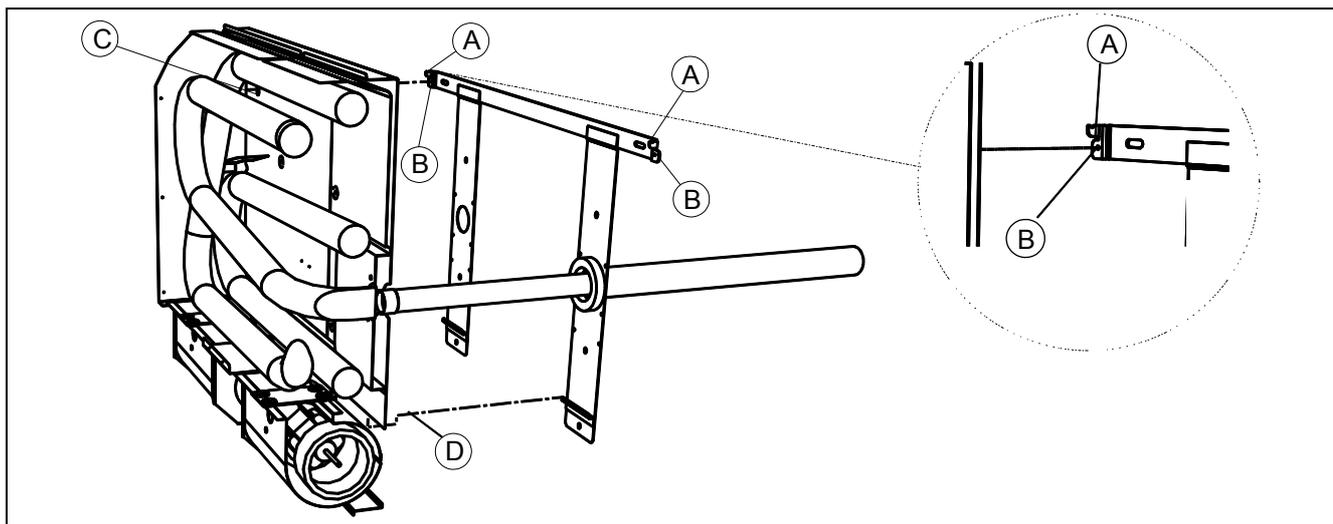
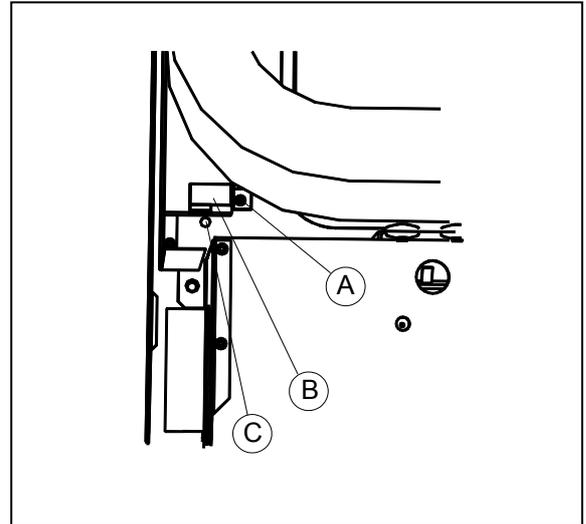
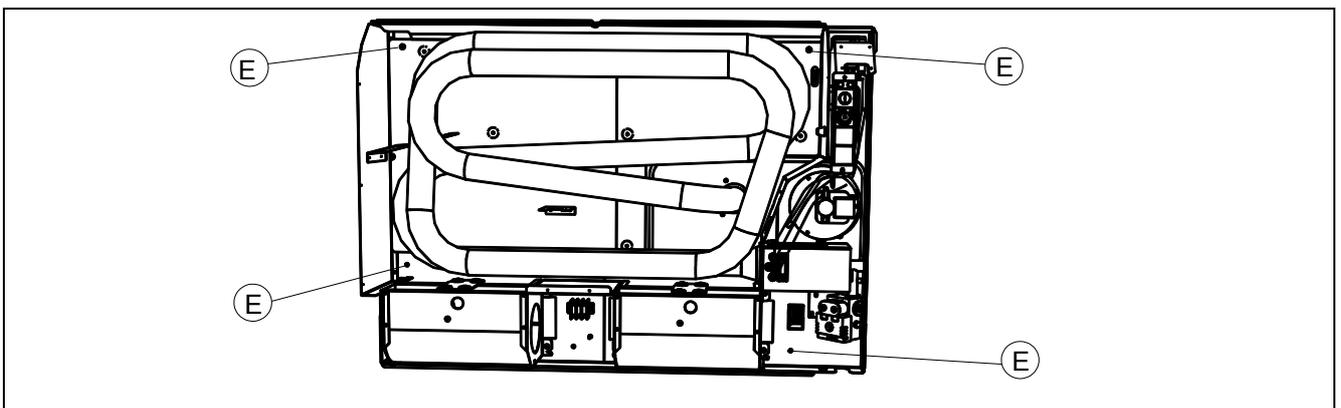

Рисунок 17 – AGGANCIO DEI MODELI 8001 и 8002
Рисунок 18 – СНЯТИЕ СКОБЫ УВЛАЖНИТЕЛЯ МОДЕЛЕЙ 4002, 5002 и 8002
Рисунок 20 – ПОЛОЖЕНИЕ КРЕПЕЖНЫХ ОТВЕРСТИЙ 8001 и 8002
Для моделей 8001 и 8002, в случае, если выполняется установка другого типа, отметить положение четырех отверстий Е, расположенных по углам устройства (см. Рисунок 20).
12. Для моделей 8001 и 8002 установить устройство на стене, оперев верхний край отверстия рамы С (напротив вентилятора) на опорную скобу, как указано на Рисунок 17. Прикрепить устройство к соответствующим опорам А, прижав его к стене (см. Рисунок 17). Блокировать нагревательный элемент к опорной скобе с помощью двух боковых винтов (см. ссылку В на Рисунок 17). В случае специальных положений использовать также четыре винта, расположенные на углах устройства (см. точку Е Рисунок 20). В моделях 8002 для этого необходимо переместить увлажнитель, убрав винт А (Рисунок 18), блокировочную скобу В увлажнителя и переместив последний на такое расстояние, чтобы иметь доступ к четвертому крепежному отверстию (С).
13. Для моделей 3001 и 3002 прикрепить устройство к соответствующим креплениям А (см. деталь скобы на Рисунок 17), прижав к стене. Блокировать нагревательный элемент к опорной скобе с помощью двух боковых винтов (см. ссылку В на Рисунок 17).